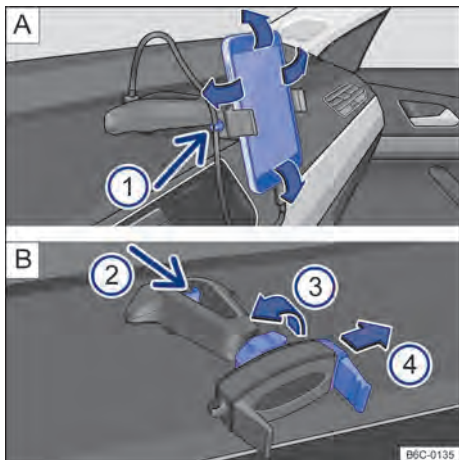

Fig. 174 No console central: suporte para telefone celular e ajustes.
- Segurar o suporte com uma mão e pressionar o botão de destravamento → Fig. 174 ② (seta).
- Com a haste → Fig. 174 ④ deslocar no sentido da seta, e instalar o telefone celular no alojamento.
- Com a outra mão deslocar a haste → Fig. 174 ④ até que seja possível remover o aparelho do alojamento.
- Colocar o cabo USB na entrada carregador USB do suporte existente no painel de instrumentos → Fig. 174 .
- Prender o cabo no suporte → Fig. 174 ①.
- Para liberar o movimento do suporte, girar a trava → Fig. 174 ③ no sentido contrário da seta.
- Para fixar a posição, girar a trava no sentido da seta ③ → Fig. 174 até a fixação total do suporte.
O suporte para telefone celular tem garantia de 3 anos, com exceção da haste deslizante (garra) → Fig. 174  ④ que tem garantia de **1 ano**.